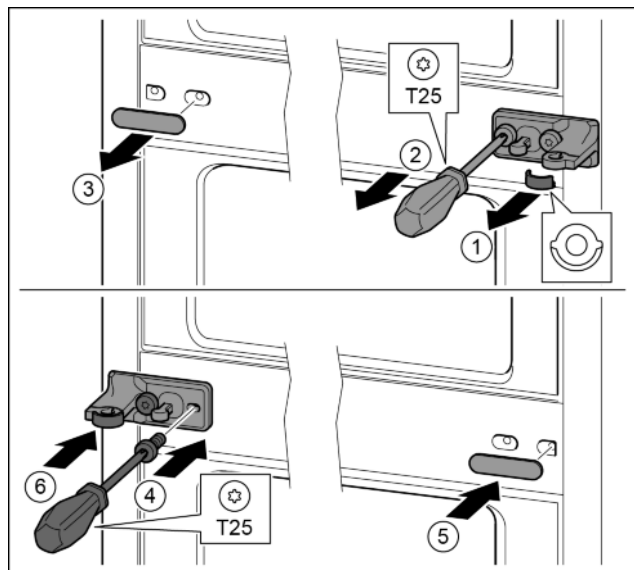

Fig. 14
- ▶ Снять шайбу. Fig. 14 (1)
- ▶ Выкрутить винты отверткой T25. Fig. 14 (2)
- ▶ Осторожно снять крышку. Fig. 14 (3)
- ▶ Плотно прикрутить опорный кронштейн с подкладкой с поворотом на 180° с другой стороны. Fig. 14 (4)
- ▶ Установить крышку с поворотом на 180° с другой стороны. Fig. 14 (5)
- ▶ Спереди надвинуть шайбу. Fig. 14 (6)